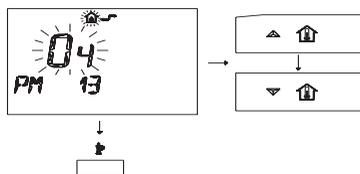

Figura 5.47 Remoto modifica.
- 4 Per modificare il SET programmato agire sui pulsanti   o   e aspettare che il numero programmato cominci a lampeggiare (Figura 5.47).